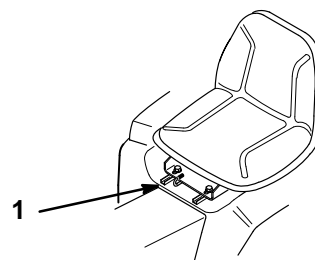

Figure 21
1. Pour régler la position, pousser le levier sur le côté de manière à déverrouiller le siège (Fig. 21).